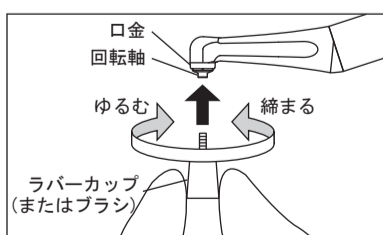

図 4
- 1) ハンドピースをモータに接続してください。ラバーカップ、ブラシをつまみハンドピースの回転軸にねじ部を差し込み、軽く締まるまでねじ込みます。（図4）
ハンドピースをモータから取り外し、ハンドピースの軸部を固定した状態でラバーカップ、ブラシをしっかりとつまみ、図4のゆるむ方向へ回しゆるめず。